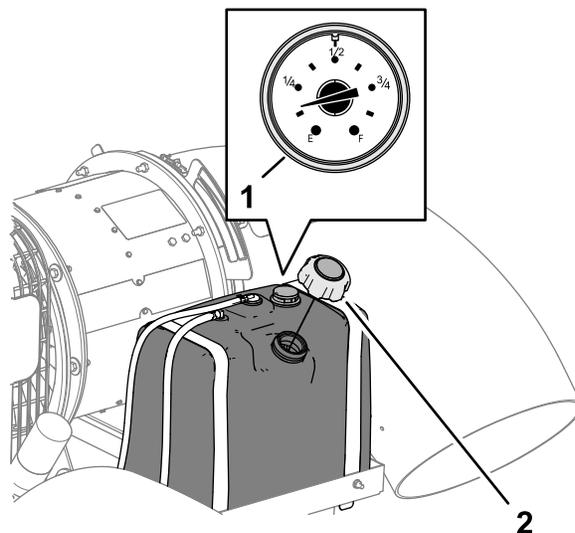

図13
2. 燃料タンクのキャップの周囲をきれいに拭いてからキャップを取る 図13。
4. 燃料タンクのキャップをしっかりとめ 図13。